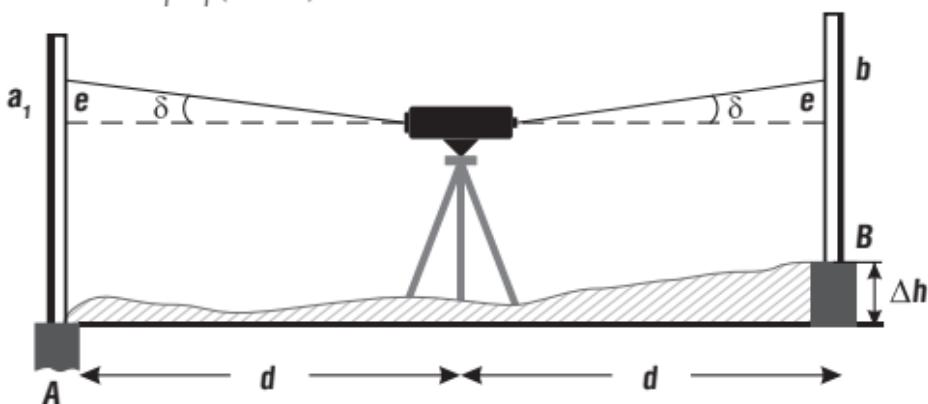

Рисунок 9
- a) Установите две рейки **A** и **B** на расстоянии 50 м друг от друга. Установите прибор посередине между ними. Отгоризонтируйте прибор и возьмите отсчет по рейкам **A** и **B** соответственно. Превышение между ними $dh = a_1 - b_1$ (Рис. 9).